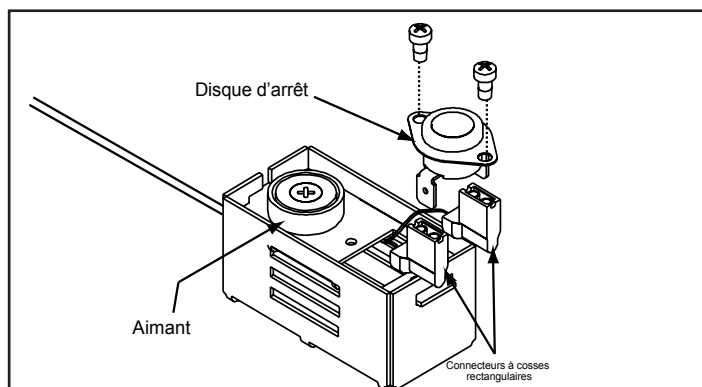

Figure 20.1
4. Tirez le disque d'arrêt et les connexions à cosses rectangulaires vers le haut pour les sortir du support comme illustré à la **Figure 20.1**